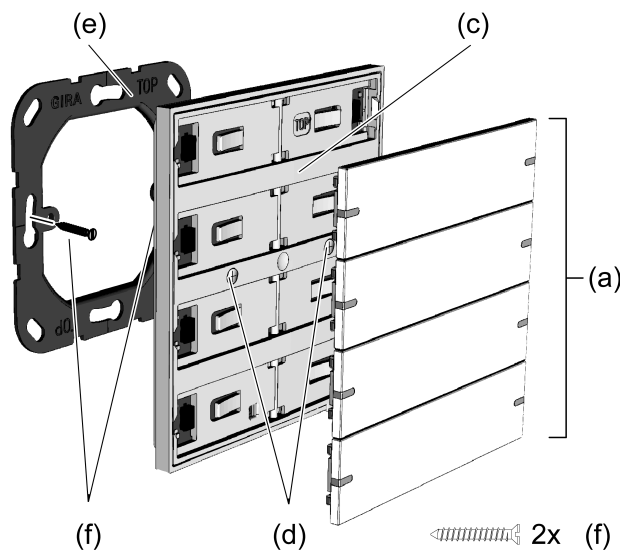
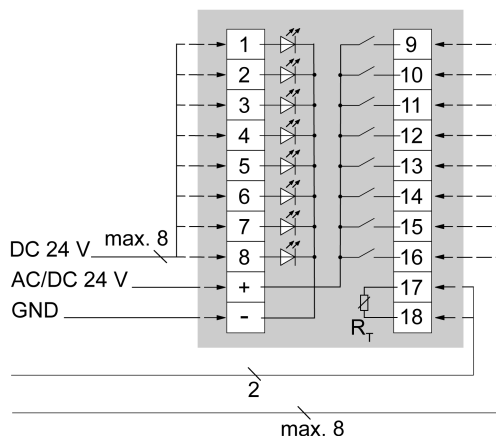

Figure 2: Montage de l'appareil
Figure 3: Raccordement touche sensorielle 4 voies
Vue éclatée (Figure 2)
Monter et raccorder l'appareil (Figure 2), (Figure 3)
- Raccorder la touche sensorielle (c) conformément à (Figure 3)